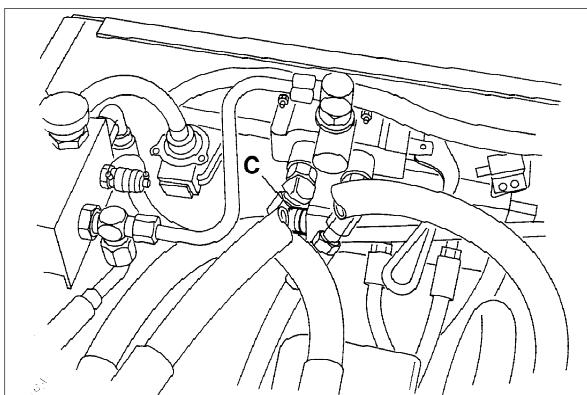

Fig.28
- C Fig.28 - Løfte- og servostyring 86bar. Porten sidder på ventilen under baglapningsgrebet.
- C Fig.28 - Lyft och servostyrning 86 bar. Porten sitter på ventilen under spaken för inställning av slipläge.
- C Fig.28 - Elevador y dirección asistida 86bar. El puerto se encuentra en la válvula bajo la palanca de lapidado.